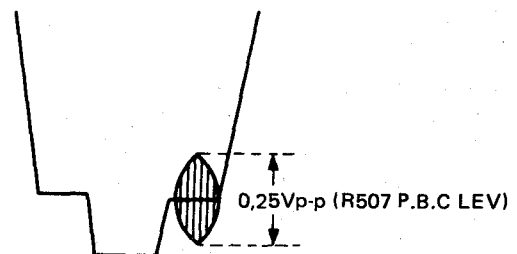

Abbildung 98.
2. Die Ausgabe des TP-404 auf einem Oszilloskop (interne Auslösung) beobachten und den R507 (Wiedergabe-Farbstufen-Kontrolle) so einstellen, daß die Berst-Stufe 0,5 Vp-p sein wird, wie in Abb. 98 gezeigt.